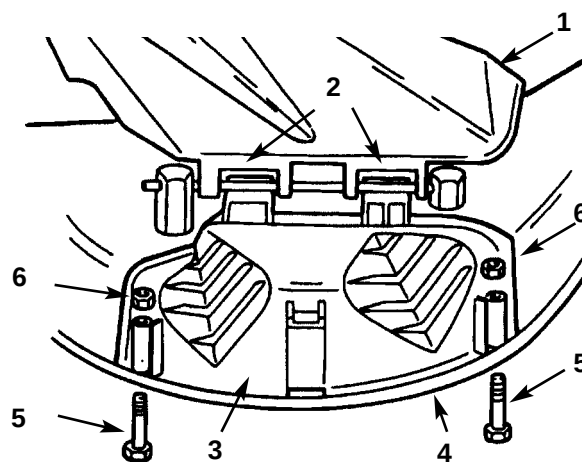

Fig. 13
1. Løft græsudkastet og lad fligene på det øverste del af græsudkastets dæksel glide under græsudkastets holdestang. Drej græsudkastets dæksel ned over åbningen og ned på klippeenhedens nederste kant (fig. 13).
2. Fastgør græsudkastets dæksel på klippeenhedens nederste kant med bolte og møtrikker (fig. 13).